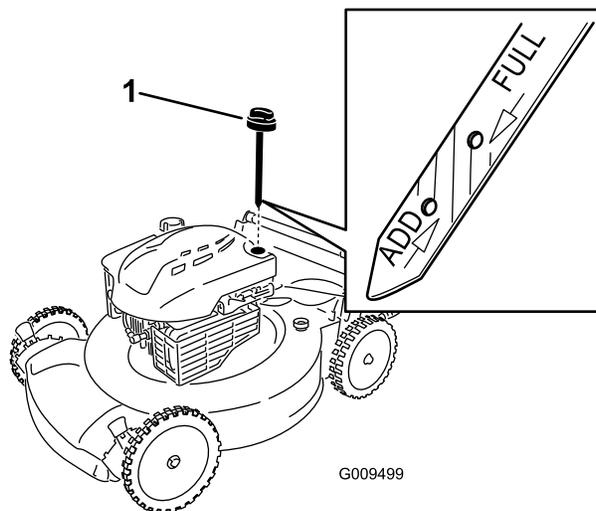

Figura 6
5. Observe en la varilla el nivel de aceite (Figura 6).
2. Retire la varilla girando el tapón en el sentido contrario a las agujas del reloj y tirando del mismo (Figura 6).